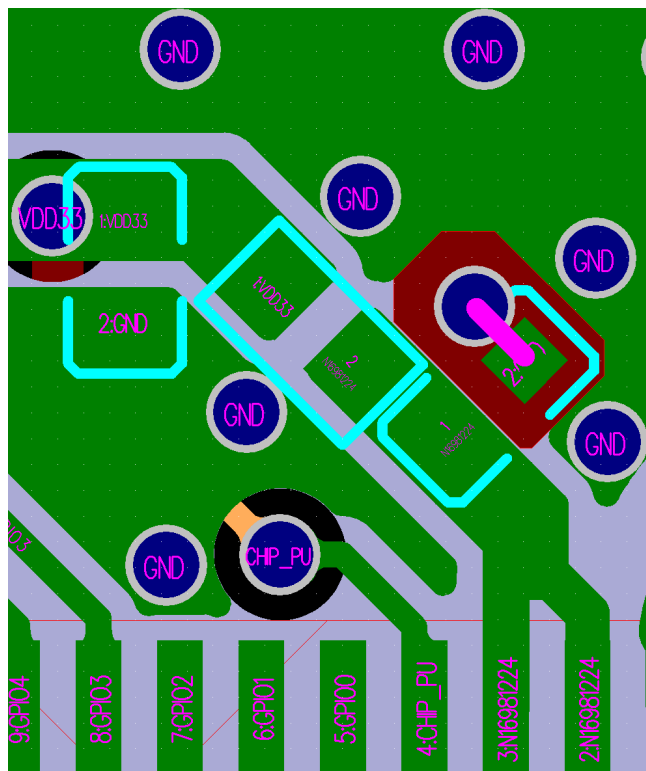

图 16: ESP32-S3 系列芯片四层板模拟电源设计
- 模拟电源 VDD3P3 处 LC 滤波电容中的对地电容的 GND 焊盘建议添加过孔连接至第四层的地，其余层做 keep-out 隔离处理，参考图 16。
如图 16 所示，如需在模组背面添加散热焊盘 EPAD，建议对 EPAD 进行九宫格处理，间隙处盖油墨，而地孔则打在间隙处。这样可以有效地改善模组 EPAD 焊接至底板时的漏锡问题。